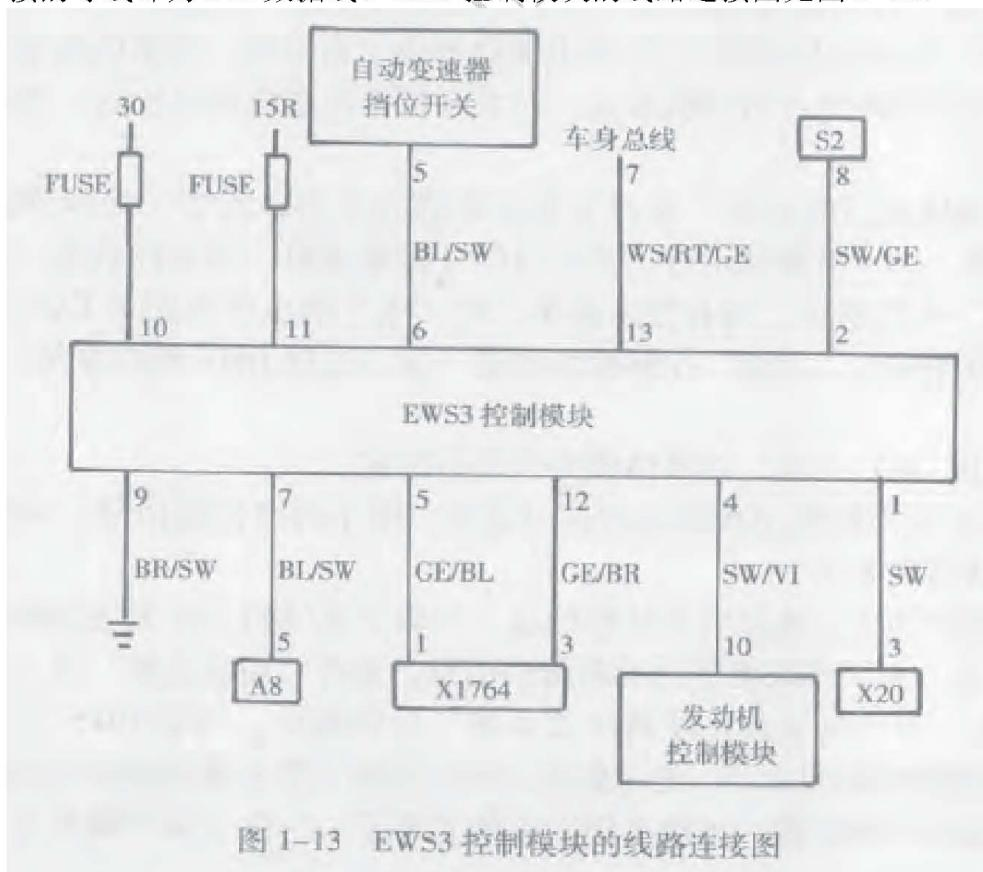

图 1-13 EWS3 控制模块的线路连接图
- 5). 故障诊断仪提供了 EWS 电控系统的电路图、元件位置图和 EWS3 控制模块针脚功能说明等信息。根据这些诊断帮助信息, 在方向盘下方的装饰板内找到 EWS3 控制模块。EWS3 控制模块是一个白色的小塑料盒, 零件号为 8 374 945。生产周期为 20/97, 线束插头的针脚共有 13 个, 其中 9 号针脚与地线相连, 10 号和 11 号针脚与电源线相连, 13 号针脚与 K CAN 总线(车身总线)相连, 4 号针脚(与黑 / 紫色导线相连)与发动机控制模块的 I0 号针脚导线相连, 连接的导线即为 EWS 数据线。EWS3 控制模块的线路连接图见图 1-13。